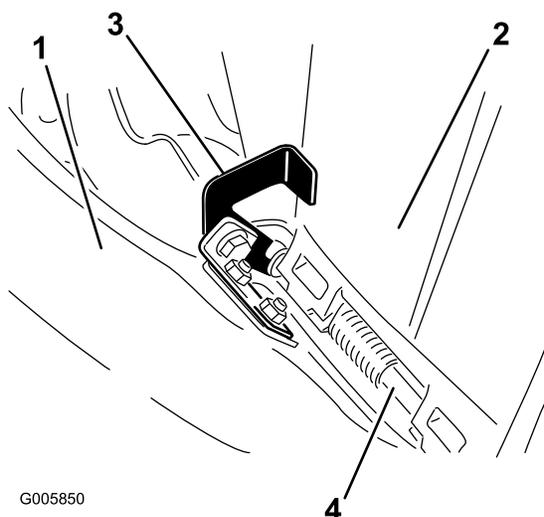

Figure 23
3. En haut de l'éjecteur, accrochez le verrou en U à la tige de pivot du déflecteur, comme montré à la (Figure 23).